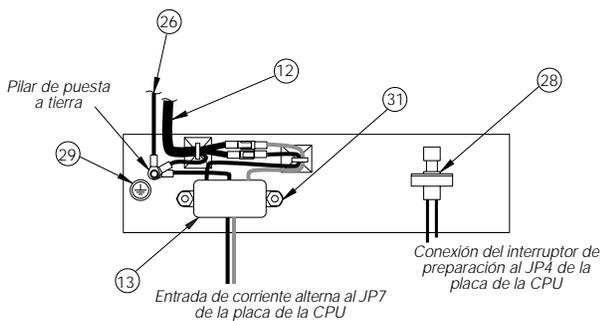

Figura 2-7. Filtro de línea
5. Extraer los separadores que aseguran el filtro de línea a la caja (ver N° 31 en la Figura 2-7 en la página 10). En este momento, el filtro de línea se puede levantar hasta extraerlo de sus tornillos y girarlo.